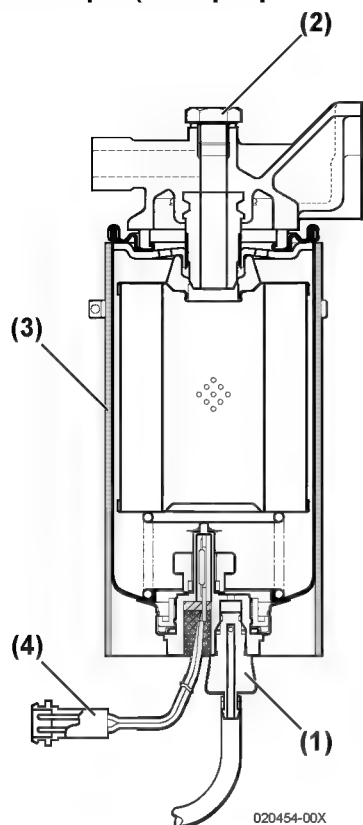

Figure 6
2. Desserrez le bouchon de purge (**Figure 6, (1)**) du séparateur d'eau et drainez toute l'eau ou poussière collectée à l'intérieur.
3. Après drainage, serrez la vis de purge d'air (**Figure 6, (2)**).